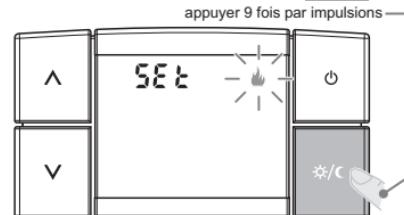

fig. 40
- Tout de suite après, l'écran affiche l'inscription **SEt** et la modalité de fonctionnement configurée clignote (**HIVER** ou **ÉTÉ**) (ex. sur la fig. 40).